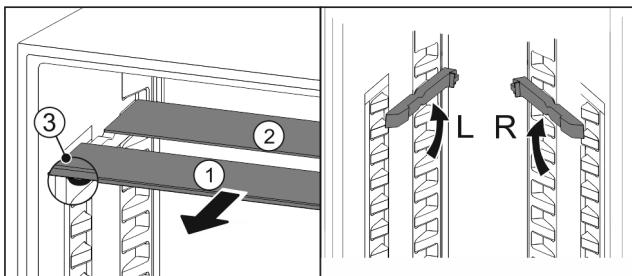

Fig. 90
- Посьуньте Fig. 90 (1) скляну панель вперед.
- ▷ Скляна панель Fig. 90 (1) з декоративною планкою лежить спереду.
- ▷ Стопори Fig. 90 (3) показують вниз.